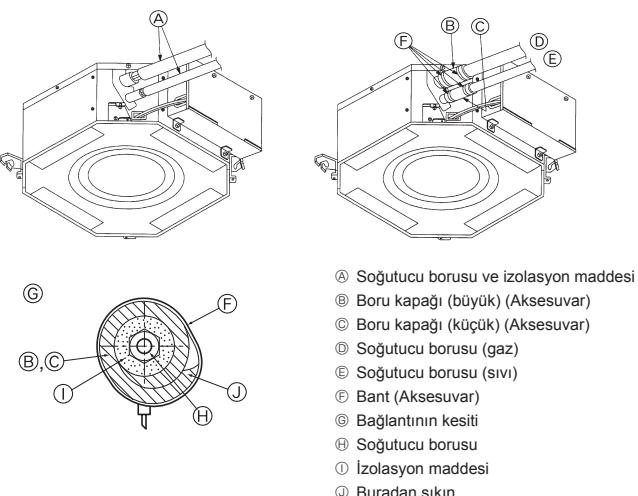

Fig. 3-3
⑤ Bütün geçme yatağı yüzeyine soğutucu makine yağı sürün.
3.3. İç Ünite (Fig. 3-3)